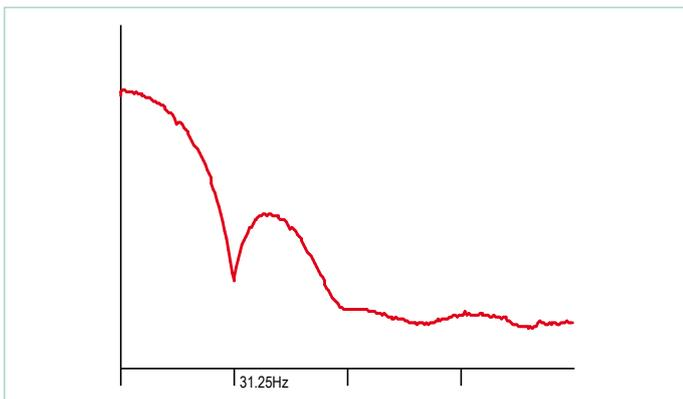

Bild 1. Spektrum des 31,25-Hz-Datensignals.
- Stecken Sie den PIC16F88 in das ausgeschaltete Entwicklungsboard und schließen Sie den PIC16F1827 wie in Bild 1 an.
Zur Taktrückgewinnung wird das Signal mit einer Frequenz von $31,25 \text{ Hz} \cdot 16 = 500 \text{ Hz}$ abgetastet. Auf ein Bit entfallen also 16 Samples. Man könnte nun einfach versuchen, aus dem Datensignal mit einer PLL den 31,25-Hz-Bittakt zu rekonstruieren. Das funktioniert aber so nicht. Den Grund hierfür erkennt man, wenn man sich das Spektrum des Signals in **Bild 1** ansieht. Es ist nämlich gar keine Signalkomponente bei 31,25 Hz enthalten, auf welche die PLL einrasten könnte.